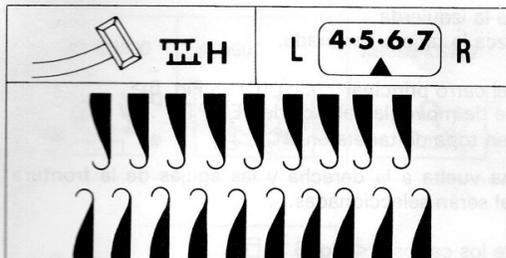

Fig. 1
- 1 Palanca de medio paso H < Fig. 1 >
- 2 Sitúe las agujas como se muestra. < Fig. 1 >